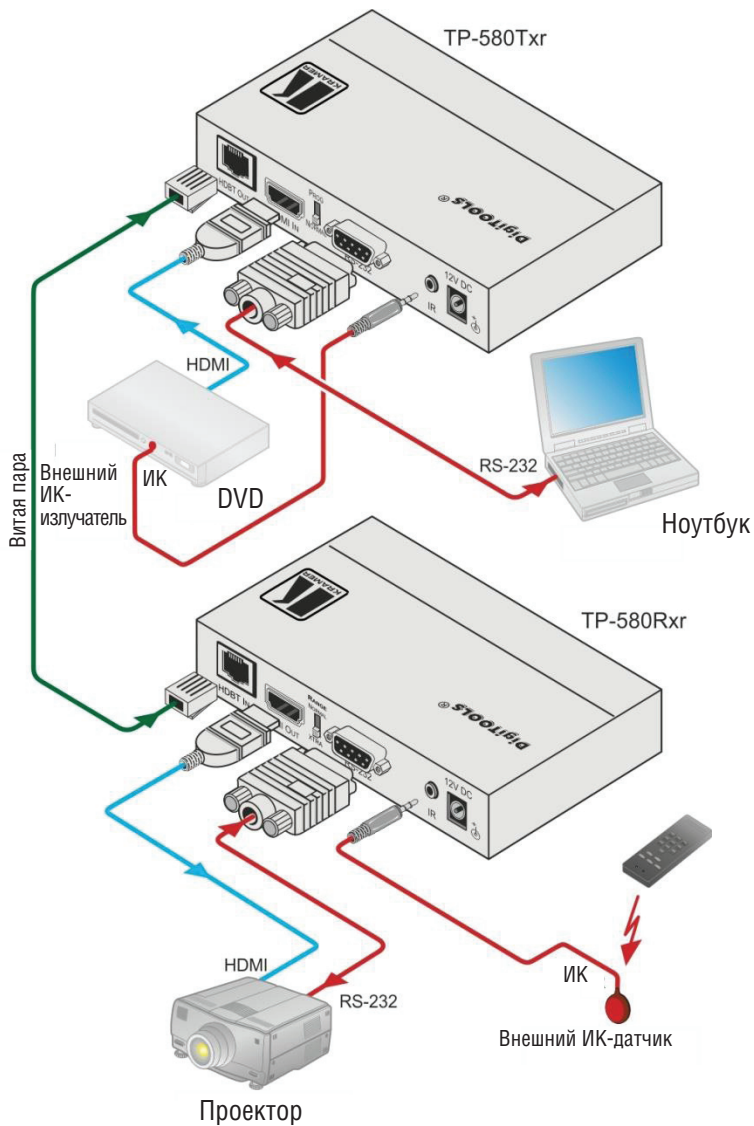

Рис. 3. Подсоединение приемо-передающей системы TP-580Txr/TP-580Rxr
Имеется возможность использования передатчика сигналов HDMI, RS-232 и ИК в кабель витой пары HDMI **TP-580Txr** совместно с приемником сигналов HDMI, RS-232 и ИК в кабель витой пары HDMI **TP-580Rxr** для построения приемо-передающей системы HDMI (см. пример на рис. 3).
5. Подсоедините сетевой адаптер на 12 В постоянного тока к разъему электропитания, а адаптер — к электросети (на рис. 3 не показан).
10. Подсоедините сетевой адаптер на 12 В постоянного тока к разъему электропитания, а адаптер — к электросети (на рис. 3 не показан).